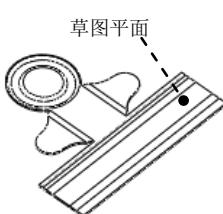

图 8.25 切除一拉伸 1
Step9. 创建图 8.25 所示的切除一拉伸 1。
- (1) 选择命令。选择下拉菜单 **插入(I)** → **切除(C)** → **拉伸(E)...** 命令。
- (2) 定义特征的横断面草图。
- ① 定义草图平面。选取图 8.25 所示的模型表面作为草图平面。